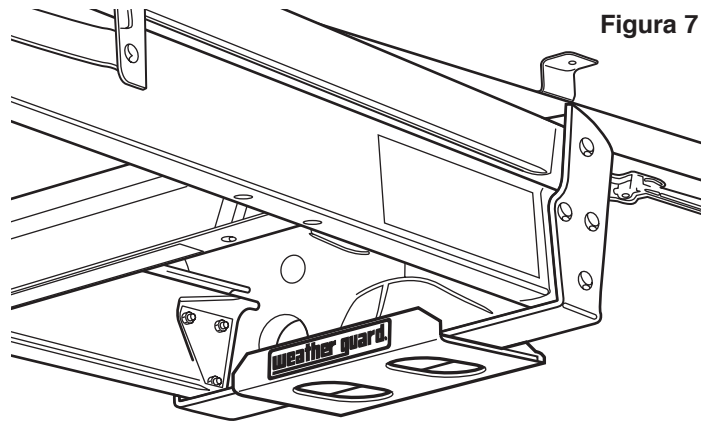

Figura 7
5. Levante la parte superior de la escalera y colóquela en el soporte frontal. Ver la figura 7.